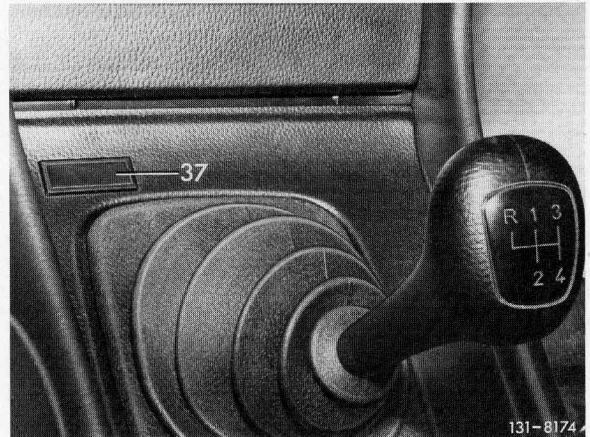

Bild 10
40 Perforiertes Loch in der Abdeckung (für Schalthebel) ausschneiden und Kontrollleuchte (37) einsetzen (Bild 10).